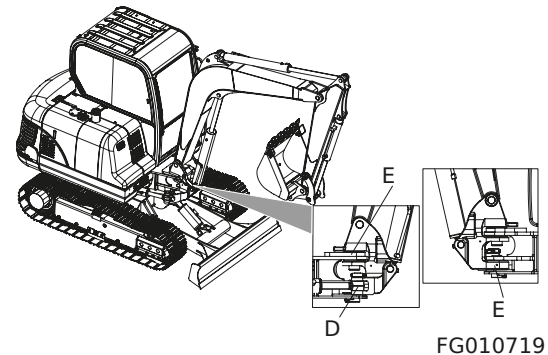

Figura 28
2. Varilla del cilindro de oscilación del voladín (D, Figura 28 - 1 punto).
3. Soporte de oscilación del voladín (E, Figura 28 - 2 puntos).